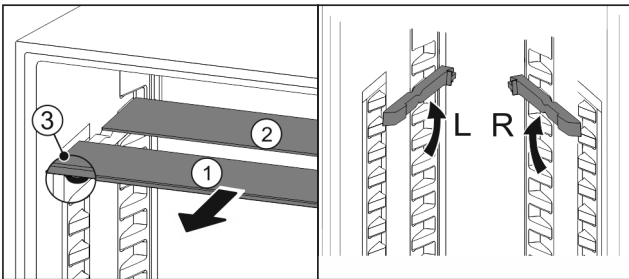

Fig. 115
- ▶ 将玻璃隔板逐个向前拉出 Fig. 115 (1)。
- ▷ 带装饰条的玻璃隔板 Fig. 115 (1)在前。
- ▷ 阻挡装置 Fig. 115 (3)指向下方。